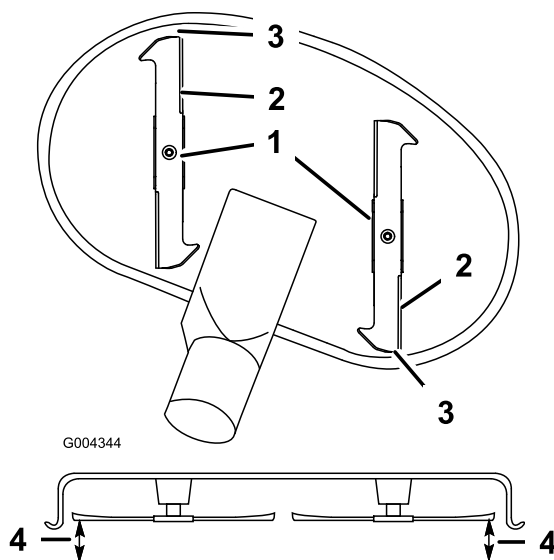

Figura 56
9. Impostate l'altezza di taglio alla posizione **D** (76 mm), e fate girare con cautela le lame in modo che siano disposte longitudinalmente (Figura 56).
10. Misurate il valore dalla punta della lama anteriore e dalla punta della lama posteriore alla superficie piana (Figura 56). Se la punta della lama anteriore non è inferiore alla punta della lama posteriore di 1,6–7,9 mm, regolate i dadi di bloccaggio anteriori.